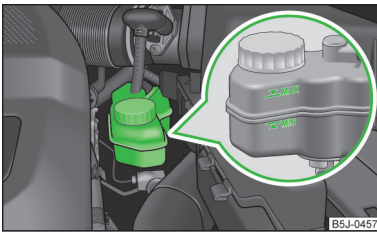

Fig. 132
- > Verificați nivelul lichidului de frână pe recipientul acestuia » fig. 132. Nivelul trebuie să se găsească între marcajele „MIN” și „MAX”.